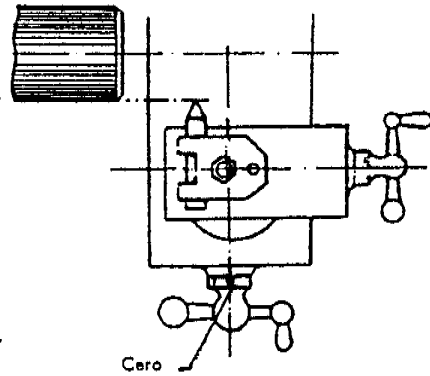

Figura 3
- c. Verifique si el carro porta herramienta está en posición paralela al eje de la pieza (Figura 3).
- c. Desplace la herramienta fuera del material y coloque a cero el tambor graduado del carro transversal, lo mismo que el del tambor del carro porta herramientas (Figura 3).